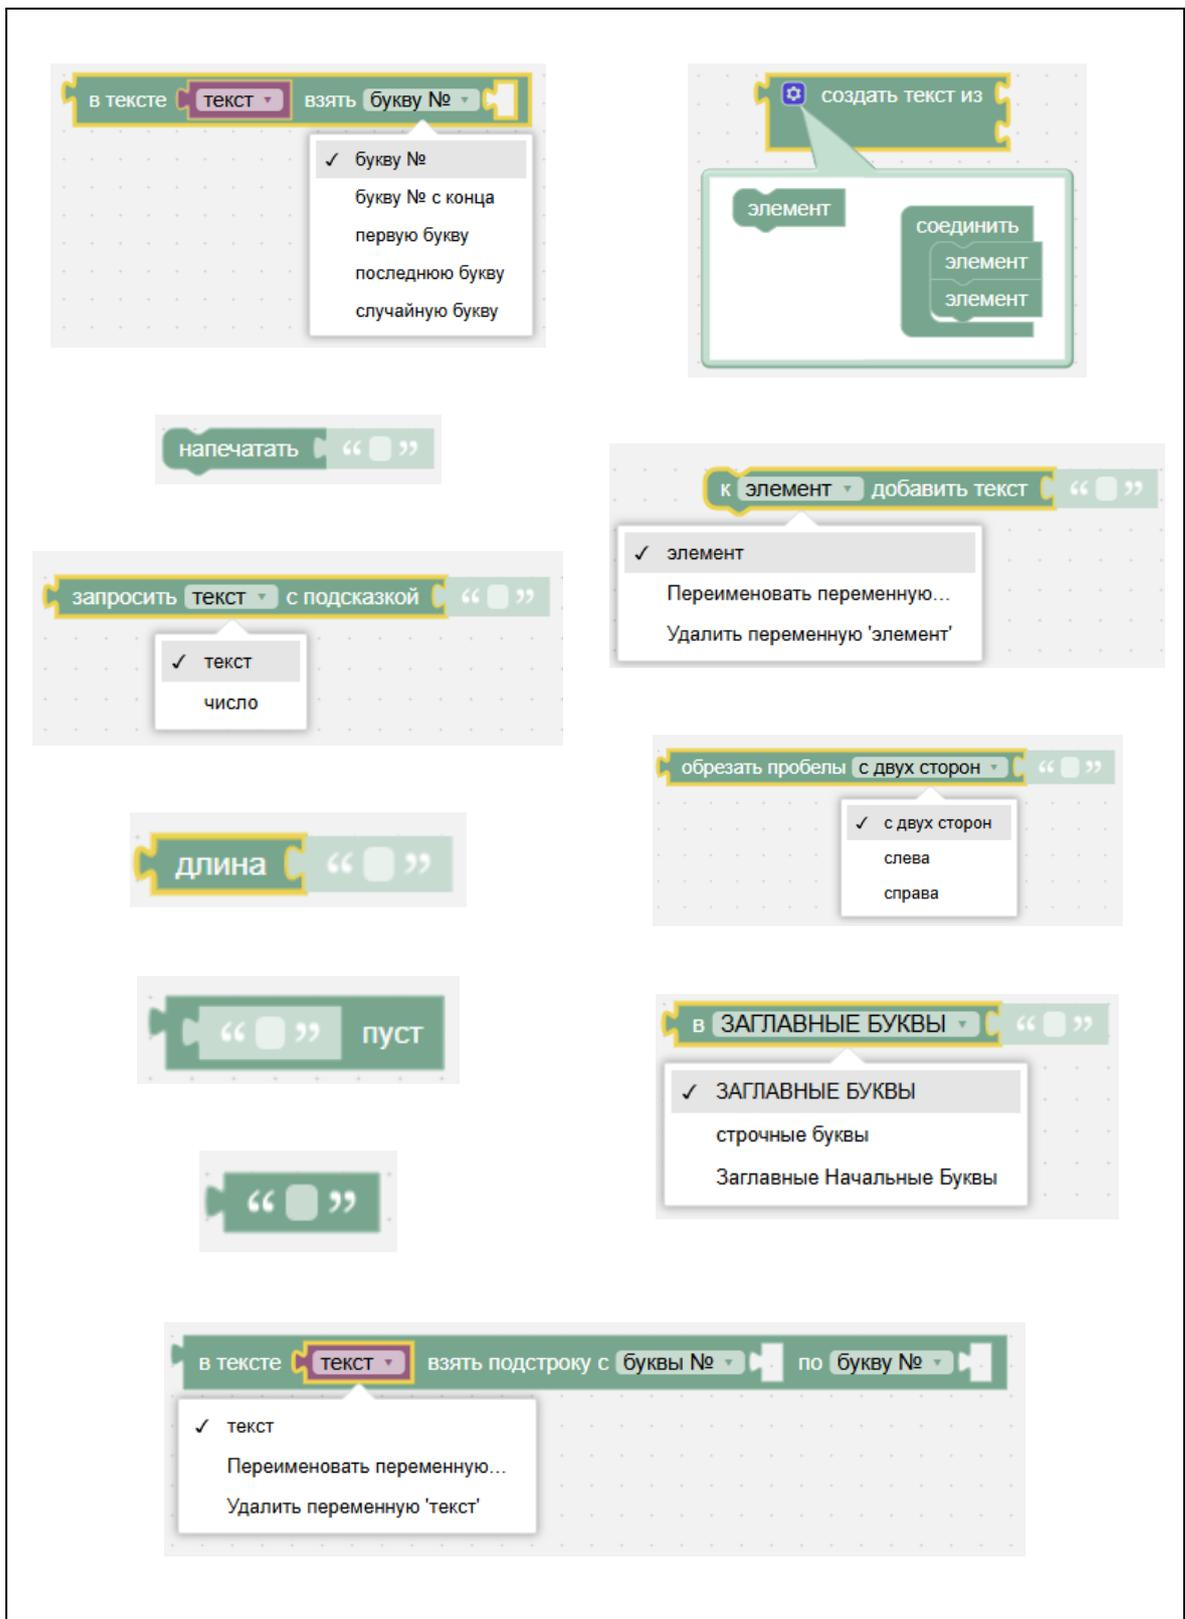

Рисунок II-17 Блоки «Текст»
3. «Текст» – работа с текстом (см. Рисунок II-17).